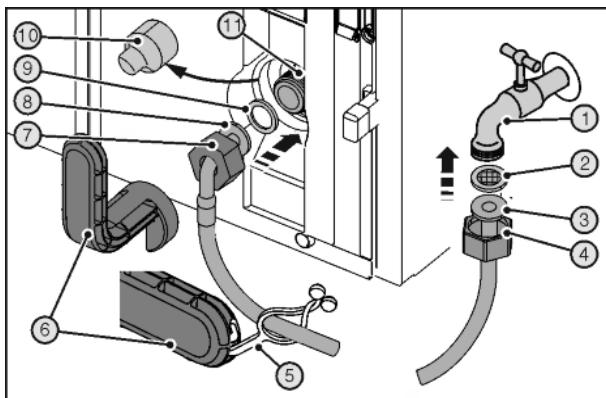

Fig. 44
- ▶ До конца сдвинуть гайку Fig. 44 (4) через прямой конец шланга Fig. 44 (3) и удерживать.
- ▶ Вставить ситовую ловушку Fig. 44 (2) в гайку Fig. 44 (4).
- ▷ Ситовая ловушка Fig. 44 (2) прилегает к прямому концу шланга Fig. 44 (3) и слегка поддерживается.
- ▶ Подсоедините к запорному крану Fig. 44 (1) гайку Fig. 44 (4) с расположенной на прямом конце шланга Fig. 44 (3) ситовой ловушкой Fig. 44 (2).
- ▶ Временным открытием запорного крана Fig. 44 (1) подачи воды удалить воздух из водопровода и заполнить водой. Шланг для этого держать в ведре.
- ▶ Снять крышку Fig. 44 (10).
- ▶ До конца сдвинуть гайку Fig. 44 (7) через конец шланга в виде угла Fig. 44 (8) и удерживать.
- ▶ Смочить уплотнение Fig. 44 (9) и вдавить в гайку Fig. 44 (7) на конце шланга в виде угла Fig. 44 (8).
- ▷ Уплотнение Fig. 44 (9) прилегает к концу шланга в виде угла Fig. 44 (8) и слегка поддерживается.
- ▶ Подсоедините к электромагнитному клапану Fig. 44 (11) гайку Fig. 44 (7) с расположенным на изогнутом в виде угла конце шланга Fig. 44 (8) уплотнением Fig. 44 (9).
- ▶ Затяните подключения с помощью вспомогательного инструмента Fig. 44 (6) по часовой стрелке, пока не будет достигнут максимальный момента затяжки и вспомогательный инструмент Fig. 44 (6) начнет прокручиваться.
- ▶ Откройте запорный кран Fig. 44 (1) системы подвода воды и проверьте герметичность всей водяной системы.
- ▶ Зацепить накладку Fig. 44 (5) в вспомогательном инструменте Fig. 44 (6) и для хранения закрепить на шланге из высококачественной стали.